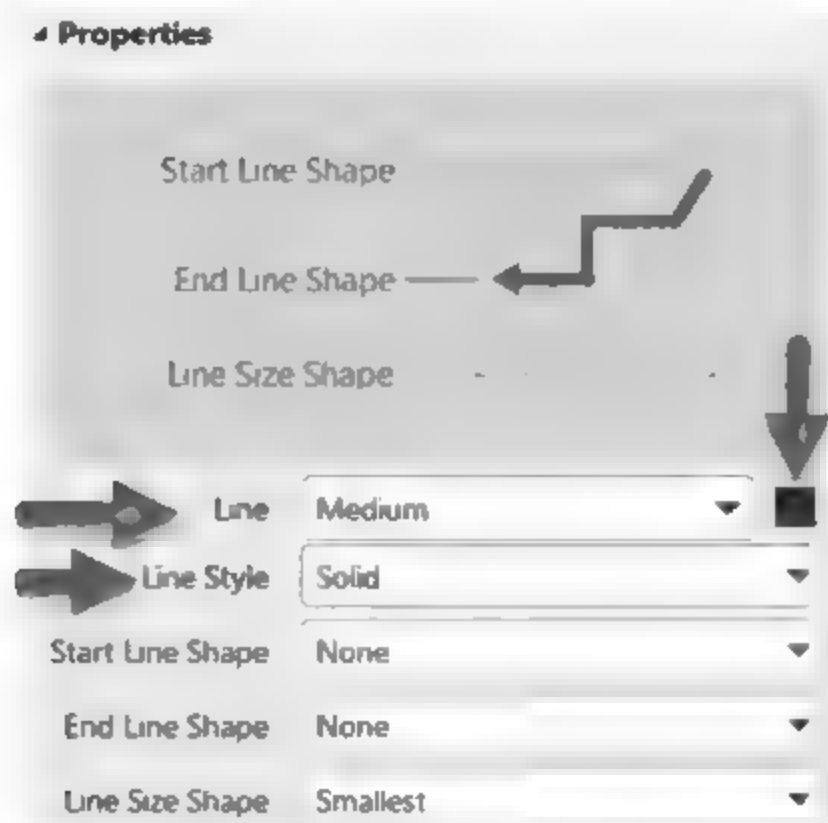

图 3-3 线条属性编辑面板
(3) 设置线条属性,双击需要设置属性的线条(或在绘制状态下按 Tab 键),系统将弹出相应的线条属性编辑面板,如图 3-3 所示。